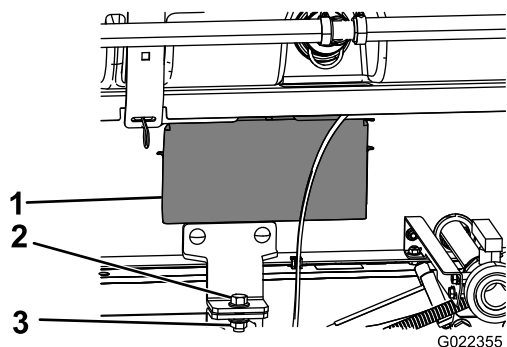

Figura 13
12. Utilice los paneles de acceso en ambos lados del patín del depósito para verificar que no hay mangueras o cables aprisionados (Figura 13).
15. Sujete el conjunto del patín del depósito al bastidor con un perno ($\frac{1}{2}$ " x $1\frac{1}{2}$ ") y una contratuerca ($\frac{1}{2}$ "), según se muestra en Figura 13.